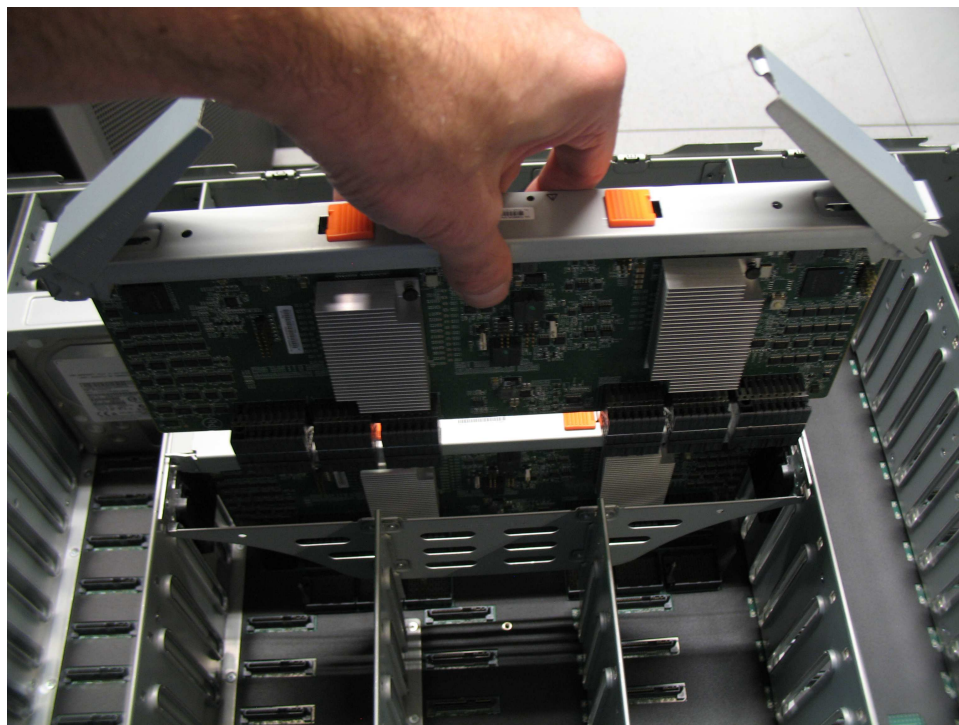

Рисунок 89. Замена вспомогательного модуля расширения
4. Осторожно выровняйте края вспомогательного модуля расширения по направляющим корпуса (см. рис. 89 на стр. 88).